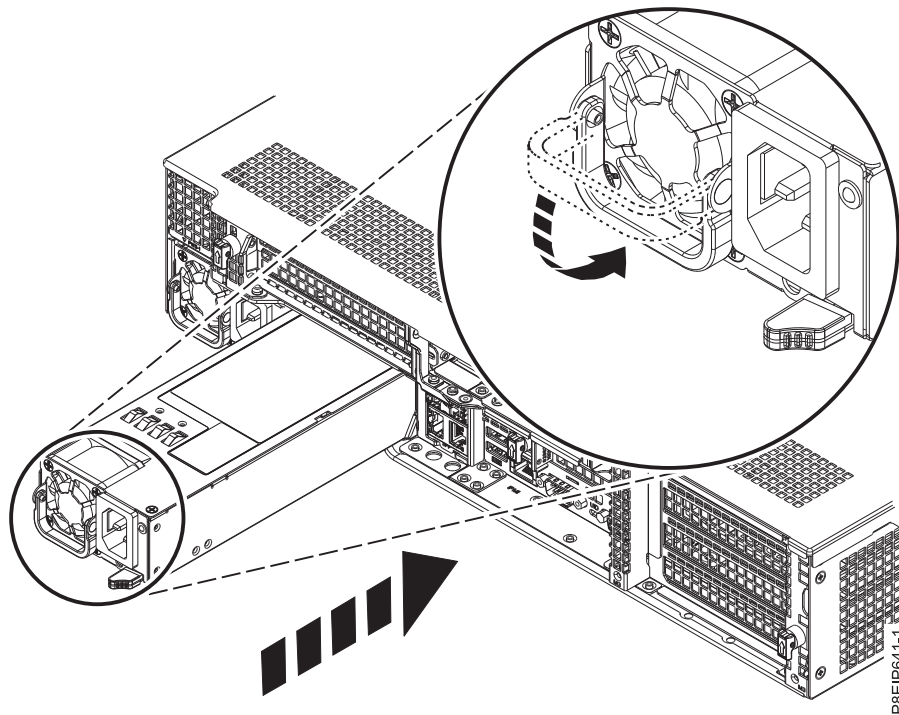

Figure 94. Remplacement d'une alimentation dans le système
2. Aligned l'alimentation avec la baie comme indiqué dans la figure 94. Le ventilateur se trouve à gauche et le connecteur à droite. Faites glisser l'alimentation dans le système jusqu'à son enclenchement.